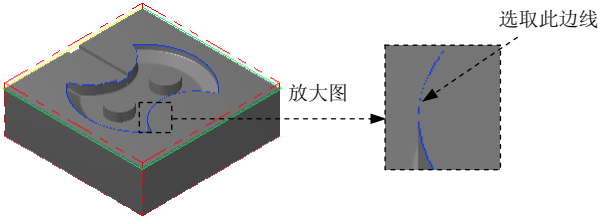

图 22.14 选取切削范围边线
(2) 设置加工边界。在 **边界范围** 区域中单击  按钮，系统弹出“串连选项”对话框。在图形区中选取图 22.14 所示的边线，单击  按钮，系统返回至“刀具路径的曲面选取”对话框。
(3) 单击  按钮，完成加工区域的设置，同时系统弹出“曲面粗加工挖槽”对话框。